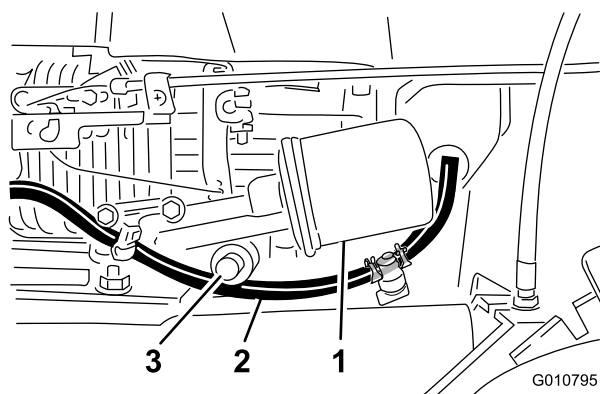

Figure 22
5. Branchez le flexible de vidange au robinet de vidange d'huile (Figure 22).
Remplacez le filtre à carburant (Figure 22) toutes les 100 heures de fonctionnement ou une fois par an, la première échéance prévalant.